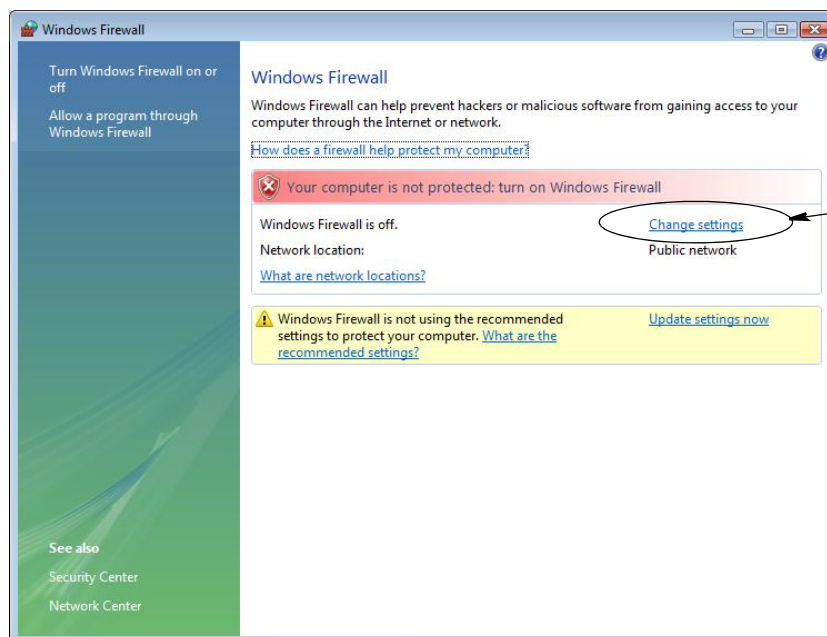

FIG. 27
2. Sélectionnez Modifier les Paramètres (Change Settings) (FIG. 27).